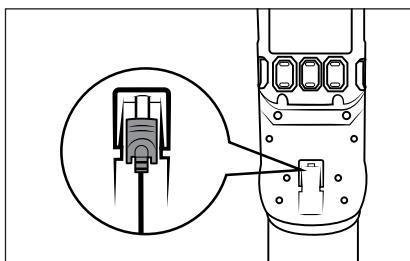

Fig. 8
- Rechargez la batterie dès que l'indicateur de batterie ⑥ indique une faible charge résiduelle de la batterie ■■■ .
- L'aspirateur peut également être rechargeé directement via l'adaptateur secteur ⑨ . Pour ce faire, retirez la fiche creuse ⑩ du support mural ⑦ en la tournant légèrement et insérez-la dans la prise de recharge ② de l'appareil (voir fig. 8).